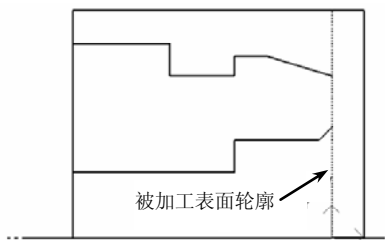
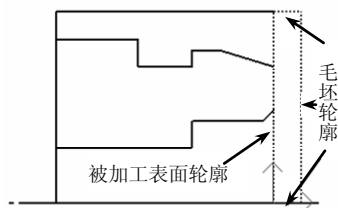

图 6-122 拾取被加工表面轮廓
图 6-123 拾取毛坯轮廓
(2) 拾取加工轮廓 当单击“粗车参数表”对话框中的“确定”按钮后,在状态栏中系统提示拾取被加工工件表面轮廓,单击立即菜单,在其下拉菜单中选取“单个拾取”方式,拾取被加工工件表面轮廓,如图 6-122 所示,然后单击右键结束被加工工件表面轮廓的拾取。系统提示拾取毛坯轮廓,仍然“单个拾取”方式依次选取 3 条线段,如图 6-123 所示,然后单击右键结束毛坯轮廓的拾取。